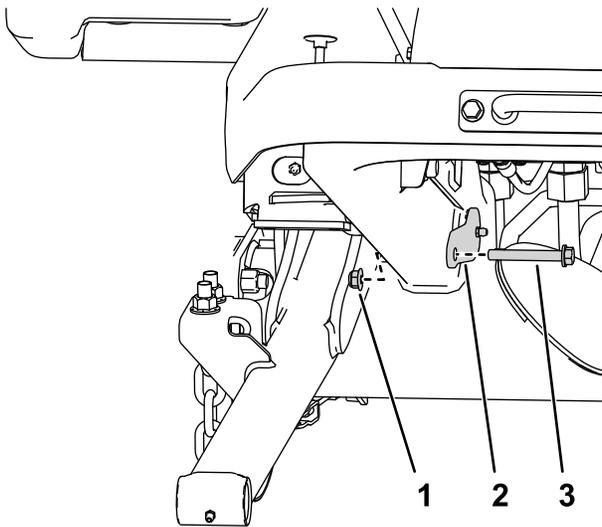

Рисунок 7
- Используйте 2 гайки ($\frac{3}{8}$ дюйма) и 2 болта ($\frac{3}{8}$ x $2\frac{3}{4}$ дюйма), чтобы прикрепить большие штифты к раме (Рисунок 7).